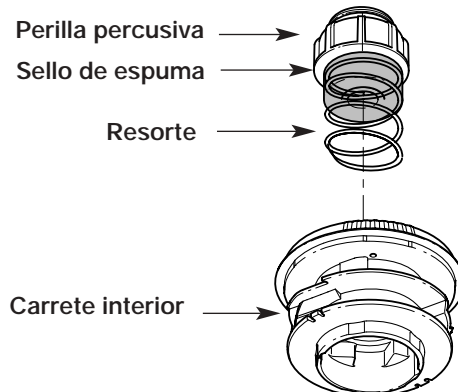

Fig. 18
1. Saque la perilla percusiva, el resorte y el sello de espuma girando la perilla percusiva en sentido antihorario (Fig. 18).
4. Sostenga el carrete interior en su lugar e instale la botón de tope, el resorte y el sello de espuma presionando y girando la botón de tope en sentido horario. Tome los extremos y tire con firmeza para soltar la línea de las ranuras de fijación en el carrete interior (Fig. 18).
2. Saque la botón de tope, el resorte y el sello de espuma (Fig. 18).
7. Coloque la botón de tope, el resorte y el sello de espuma en la bobina exterior (Fig. 18).